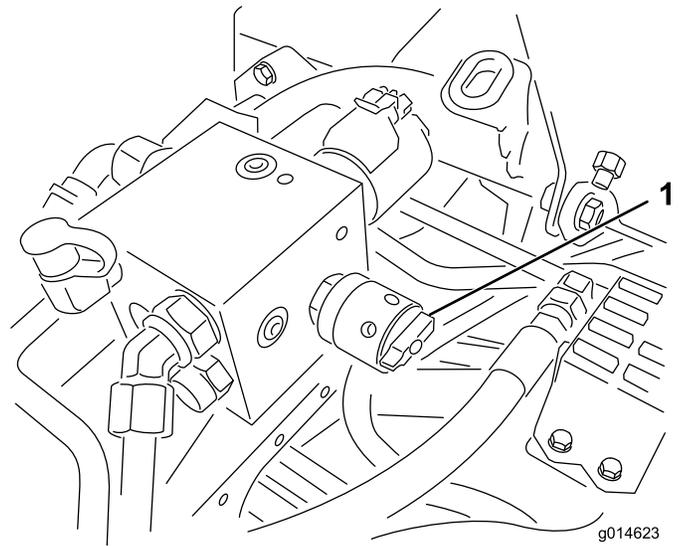

Figure 49
- Pour régler la vitesse des cylindres, tournez le bouton (Figure 49) jusqu'à ce que les flèches soient en face de la valeur déterminée à l'opération 3.